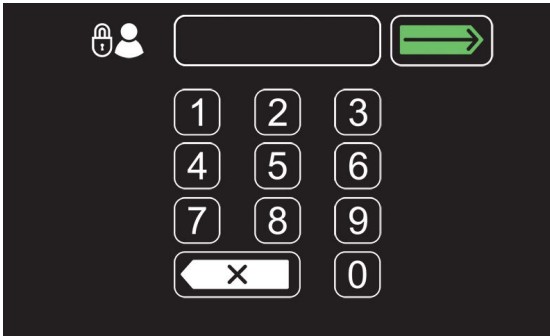

ABB. 149
9. Beim Starten der Maschine wird jetzt ein Login- Bildschirm angezeigt (Abbildung 149). Der neue Benutzer muss eine zugewiesene Login- Nummer eingeben, um die Maschine zu bedienen.